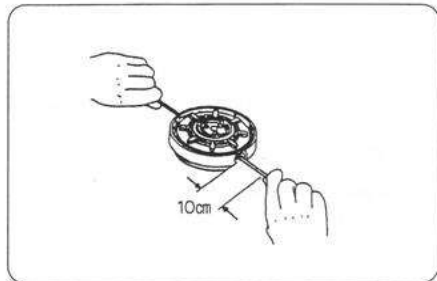

図7
⑥次にナイロンコードを引っ張り、側板の引っ掛け溝よりコードをはずします。コードの出寸法はコードの出口より約10cmです。切断するか、ナイロンコードリールを回して出寸法を調整してください。(図7)